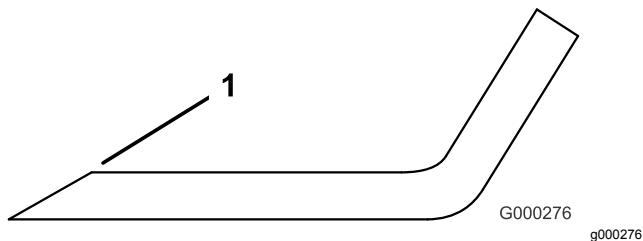

Figure 101
1. Au moyen d'une lime, aiguissez les tranchants aux deux extrémités de la lame (Figure 101).